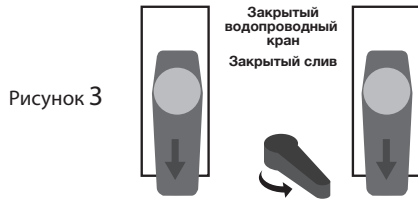

Рисунок 3
- 5) Установите вентили, как показано на рис.3, добавьте химическое средство в бак.